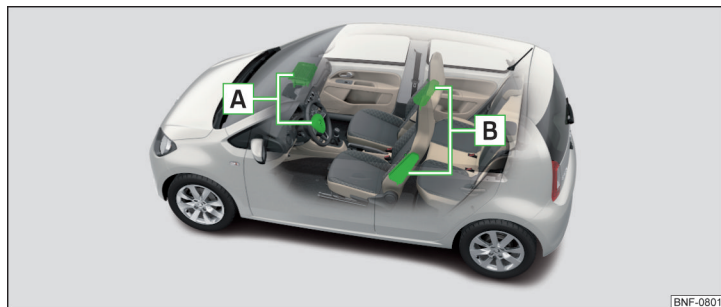

Fig. 8 Airbaggenes monteringssteder
**Airbaggenes monteringssteder » Fig. 8**